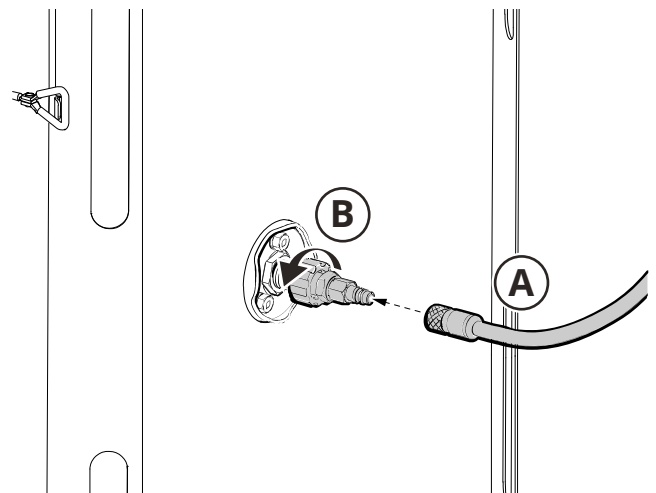

Fig. 20
3. Schließen Sie gefilterte und geregelte¹ Druckluft an den Anschluss (A, **Fig. 20**) der Filtereinheit an.
4. Drehen Sie die Düse (B), bis der gewünschte Effekt erzielt ist (in der Regel 5–10 Umdrehungen).